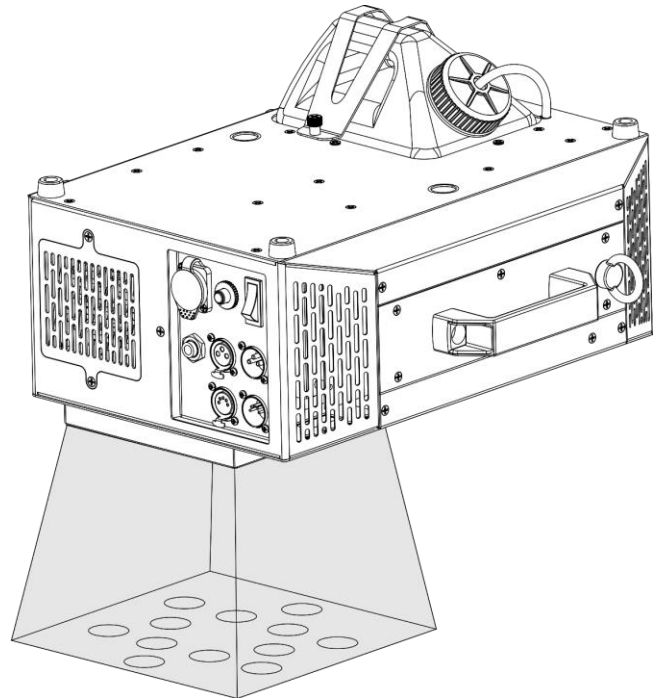

Fig. 25
- 20) Ahora es posible utilizar el dispositivo en posición invertida, como se muestra en la Fig. 25.